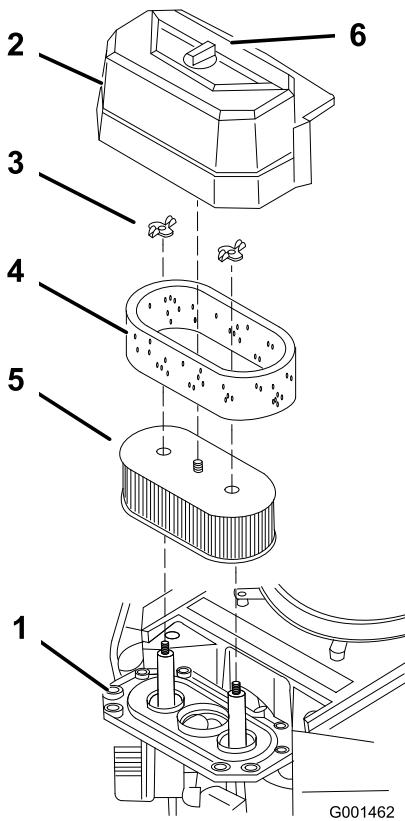

Figure 30
3. Nettoyez la surface autour du filtre à air pour éviter que des impuretés n'endommagent le moteur en tombant à l'intérieur (Figure 30).
4. Dévissez le bouton du couvercle et déposez le couvercle du filtre à air (Figure 30).
5. Dévissez les 2 écrous à oreilles et déposez l'ensemble filtre à air (Figure 30).
6. Sortez délicatement l'élément en mousse de l'élément en papier (Figure 30).
1. Glissez délicatement l'élément en mousse sur l'élément en papier (Figure 30).
2. Posez l'ensemble filtre à air sur sa base et fixez-le en place avec les 2 écrous à oreilles (Figure 30).
3. Mettez le couvercle du filtre en place et serrez le bouton (Figure 30).
1. Ne nettoyez pas l'élément en papier. Remplacez-le toutes les 200 heures de fonctionnement (Figure 30).